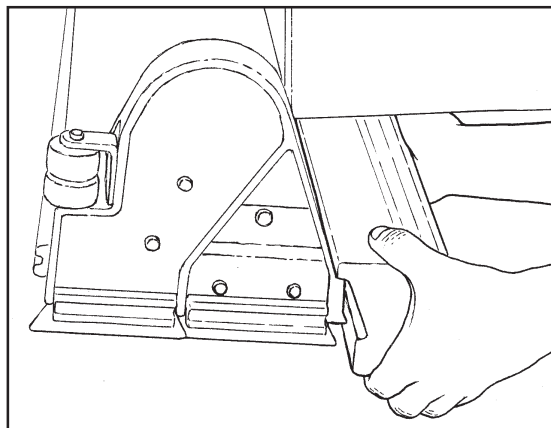

Figure 35
7. Sur les machines avec une tête de brosse cylindrique, le bac à débris devra peut-être être vidé régulièrement pour empêcher un débordement. Pour retirer le bac à débris de la machine, respectez la procédure suivante (Voir Figure 35).